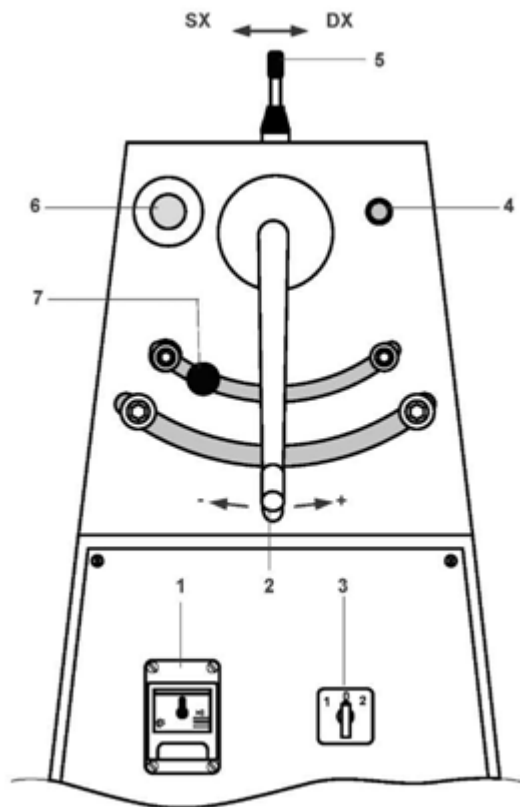

Рис. 8 (Панель управления)
На панели управления, которая находится на лицевой стенке машины (**рис. 8**), расположены органы управления машиной.
- 6- Убедиться, что **размыкатель цепи при перегрузке (рис. 8-поз.1)** находится в положении "OFF" , а переключатель **скоростей (рис. 2-поз. 3)** - в положении "0" ;
- 1- Подать напряжение на машину, повернув **выключатель (рис. 8-поз. 1)** в положение "ON" ;
- 2- С помощью **переключателя скоростей (рис. 8-поз. 3-, положение -1-2)** выбрать нужную скорость ;
- 3- С помощью **ручки (рис. 8-поз. 2)** отрегулировать толщину теста (**рис. 8-поз. 2**);
- 4- Запустить машину нажатием кнопки "**START**" (**рис. 8-поз. 4**);
- 5- С помощью **джойстика (рис. 8-поз. 5)** выбрать направление вращения конвейерной ленты;
- 7- После достижения тестом необходимой толщины перевести **переключатель скоростей (рис. 8-поз. 3)** в положение "0" (ожидание = конвейерные ленты и валки останавливаются) **и снять раскатанное тесто.**
Для аварийной остановки следует воспользоваться соответствующей кнопкой на панели управления (**рис. 8-поз. 6**). Во избежание опасных ситуаций оператор обязан:
- 1- при необходимости сразу нажимать **кнопку аварийного останова (рис. 8-поз. 6).**;
- 2- Выключить машину с помощью **размыкателя цепи (рис. 8-поз. 1)** и перевести **переключатель скоростей (рис. 8-поз. 3)** в положение "0";
- 1-** Выключить машину с помощью **размыкателя цепи (рис. 8-поз. 1)** и перевести **переключатель скоростей (рис. 8-поз. 3)** в положение "0";